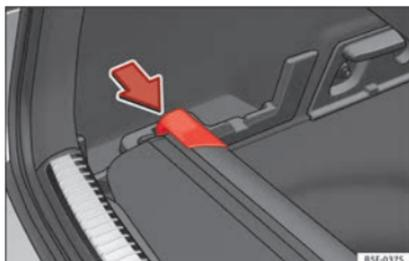

Abb. 170 Im Gepäckraum: Aufnahme zum Verstauen der Gepäckraumabdeckung.
• Drücken Sie auf das Kopfstück der Gepäckraumablage in Pfeilrichtung, bis diese in der dafür vorgesehenen Aufnahme einrastet »» **Abb. 170**.